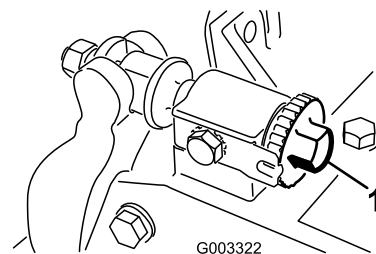

Figure 23
1. Séparez le cylindre et la contre-lame en tournant les boutons de réglage de la contre-lame (Figure 23) dans le sens antihoraire jusqu'à ce que les deux pièces ne soient plus en contact.